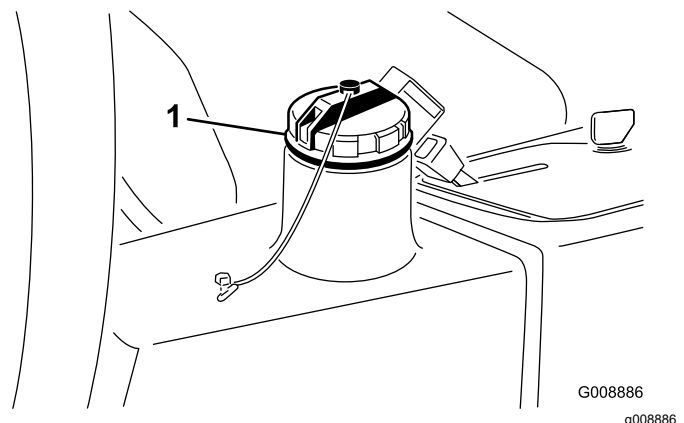

图 29
2. 清洁液压油箱加油颈和油箱盖周围的区域 (图 29)。取下液压油箱盖。